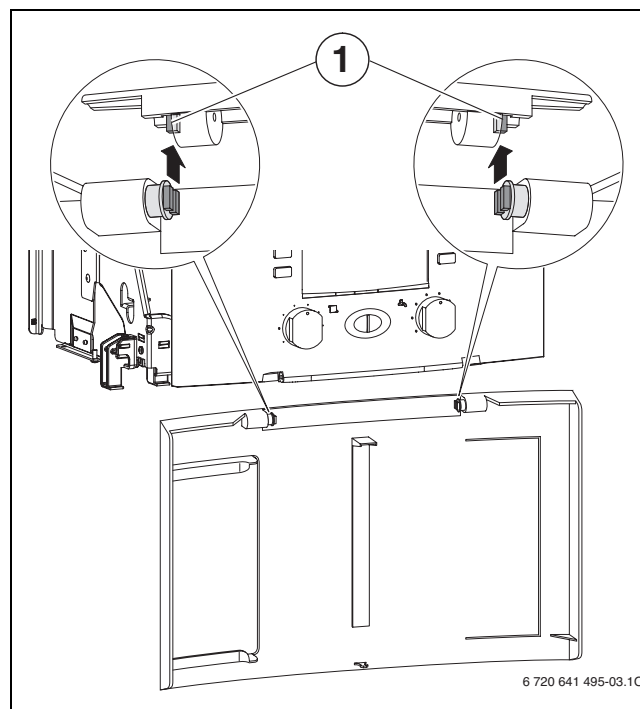

Fig. 13
- Verificare l'allineamento dell'isolamento (→ fig. 13, [1]).